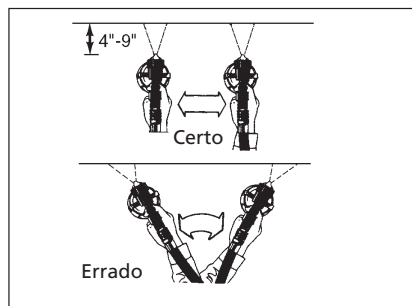

Figura 11 - Mãos de tinta
- Mantenha a pistola a 10 a 23 centímetros de distância e paralela à superfície do objeto que está sendo pulverizado (veja a Figura 11). Se a aplicação do material for ajustada para um padrão mais estreito, pode ser necessário mover tão próximo quanto 5 centímetros da superfície do trabalho.